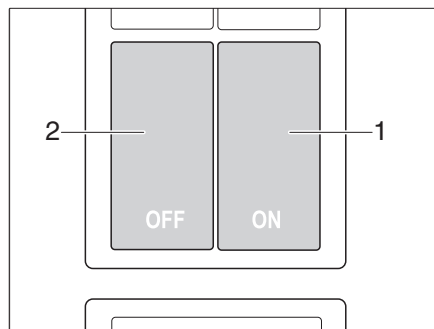

Fig. 15 Interruttore per la chiusura centralizzata del blocco cucina
Il blocco cucina è dotato di una chiusura centralizzata. Gli sportelli e i cassetti del blocco cucina possono essere bloccati e sbloccati manualmente con l'interruttore (Fig. 15).
**Bloccaggio** ■ Premere l'interruttore (Fig. 15,2). Gli sportelli e i cassetti del blocco cucina sono bloccati.
**Sbloccaggio** ■ Premere l'interruttore (Fig. 15,1). Gli sportelli e i cassetti del blocco cucina sono sbloccati.